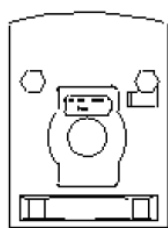

Fig. 6
1. Placera skyddet över utgångsaxeln i det visade läget och tryck på skärmen. Pressa hårt mot framsidan av öppningen, (Fig 6).
2. Placera kugghjulet på den kantiga axeln och tryck den sedan mot axelstödet. (Fig 6).
3. Lås skyddet och kugghjulet på plats genom att trycka på var orden "Press here to lock" finns. Skyddet och kugghjulet är låsta när ett klick hörs. (Fig 6). Kontrollera att växeln låses på växeln. Om växeln är ordentligt låst kan den inte dras ut.